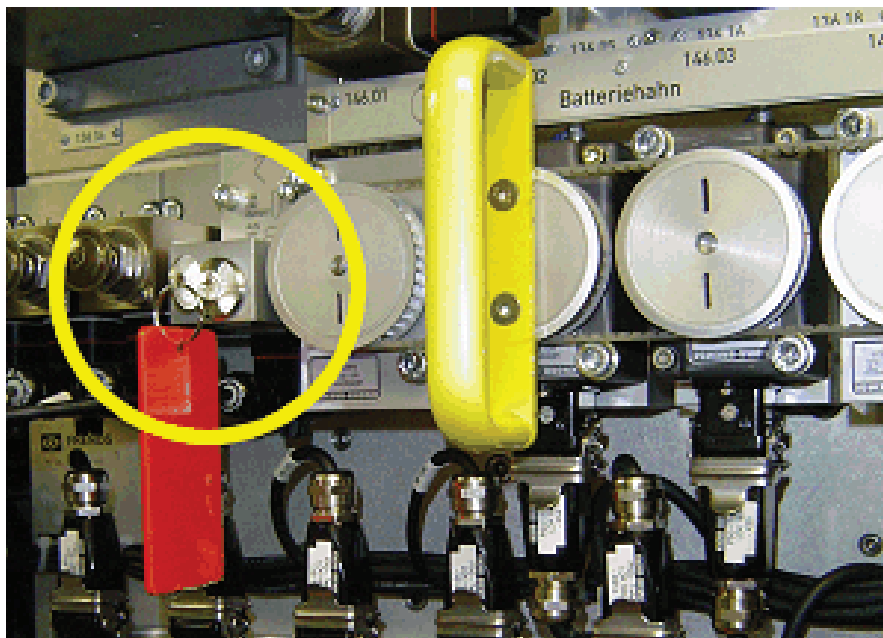

Bild 15-142 Schlüsselventil Stromabnehmer in Grundstellung "Ein"
- Schlüsselschalter des Stromabnehmersenkenventils auf der Bremsgerätetafel in Stellung "Aus" drehen und Schlüssel abziehen. Damit ist die Druckluft zum Heben aller Stromabnehmer abgesperrt (siehe Bild 15-142; Seite 420).